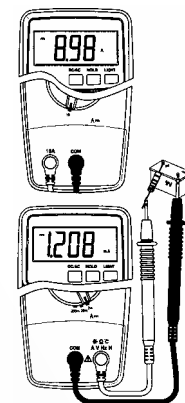

Рисунок 4
4.8.2 Установите поворотный переключатель в положение, соответствующее требуемому диапазону (см. рис. 4).